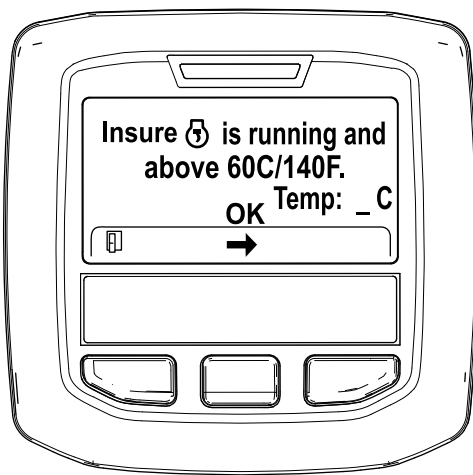

Figura 40
5. Se la temperatura del refrigerante è inferiore a 60°C, viene visualizzato il messaggio "Assicurarsi che  sia in funzione e sopra 60°C". (Figura 40).